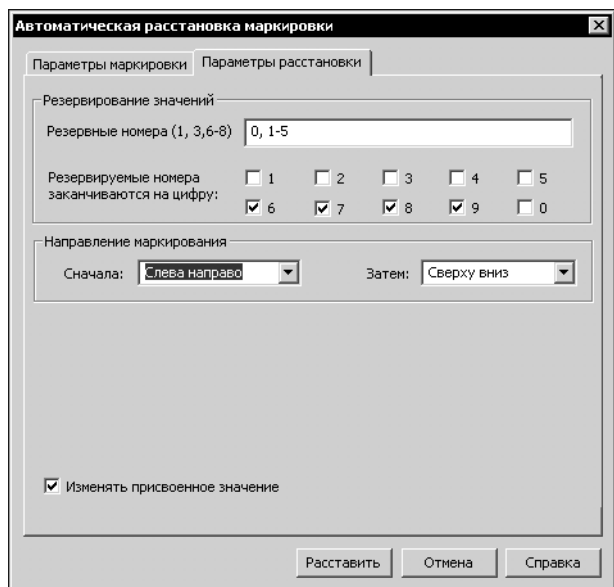

Рис. 9.9. Диалог задания параметров расстановки
- ▼ Параметры расстановки (рис. 9.9, табл. 9.10).